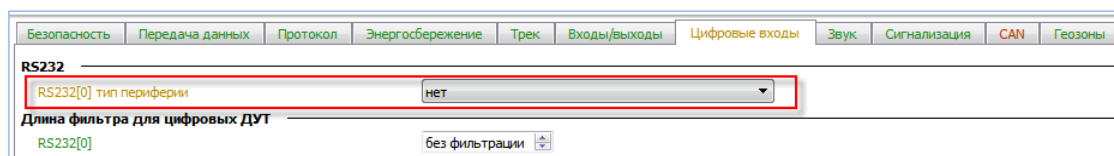

Рисунок 11. Настройка RS232
5. Перейдите на вкладку «Настройки» → «Цифровые входы» и установите для параметра «RS232[0] тип периферии» значение «нет» (Рис. 11);